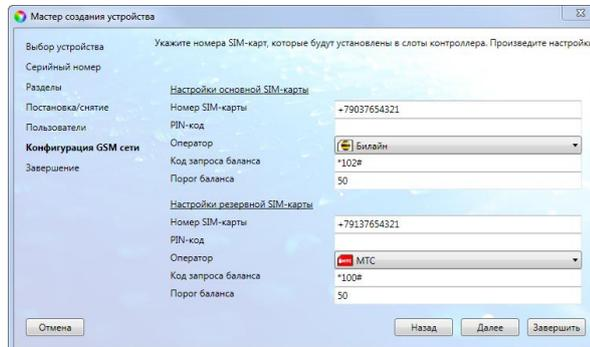

Рис. 4.10. Окно *Конфигурация GSM-сети*
- 15) В окне *Конфигурация GSM-сети* (Рис. 4.10) задайте следующие параметры основной и резервной SIM-карт контроллера: